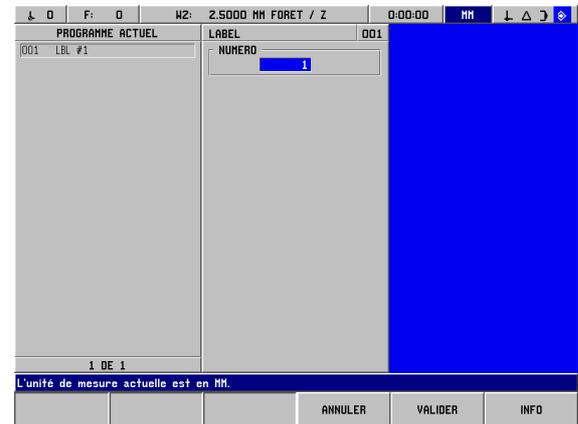

fig. I.46 Le masque d'introduction LABEL
**Exemple: Initialiser un label de sous-programme. Cf. fig. I.46.**